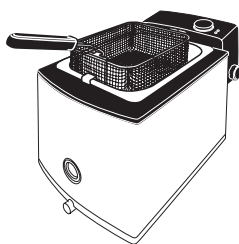

Fig.9
-Cuando el aceite alcance la temperatura previamente seleccionada, el piloto rojo indicador de temperatura se apaga (E).
-Cuando la fritura esté en su punto, levantar la cesta y colgarla en el borde de la cubeta para permitir el escurrido del exceso de aceite de los alimentos (Fig.9).